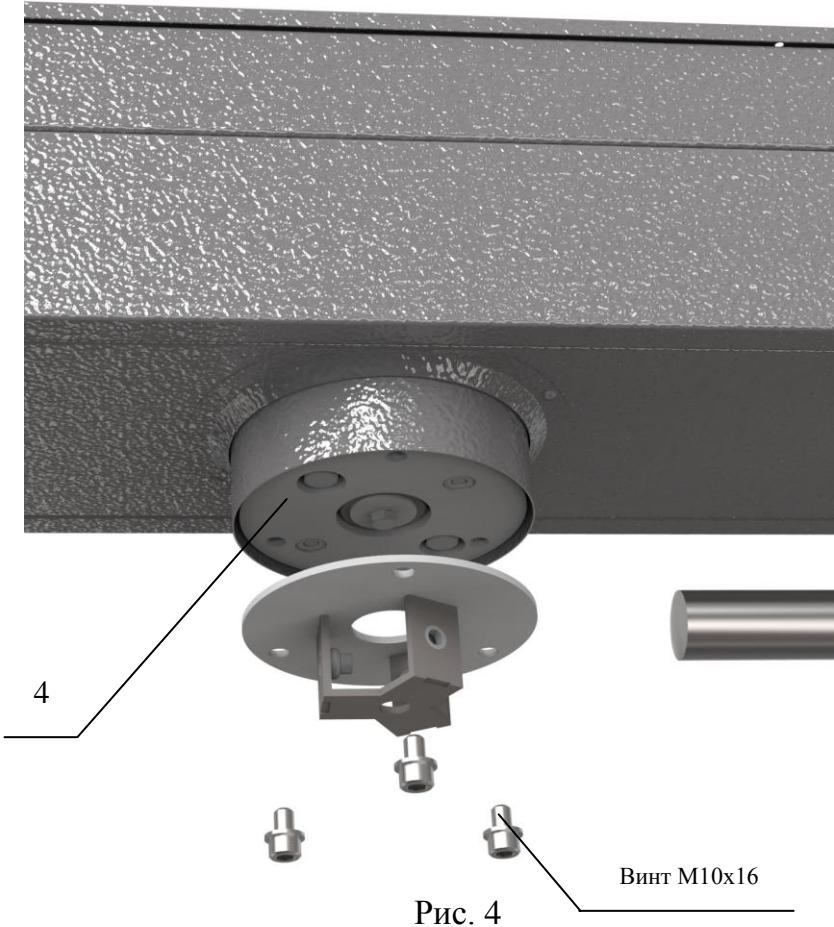
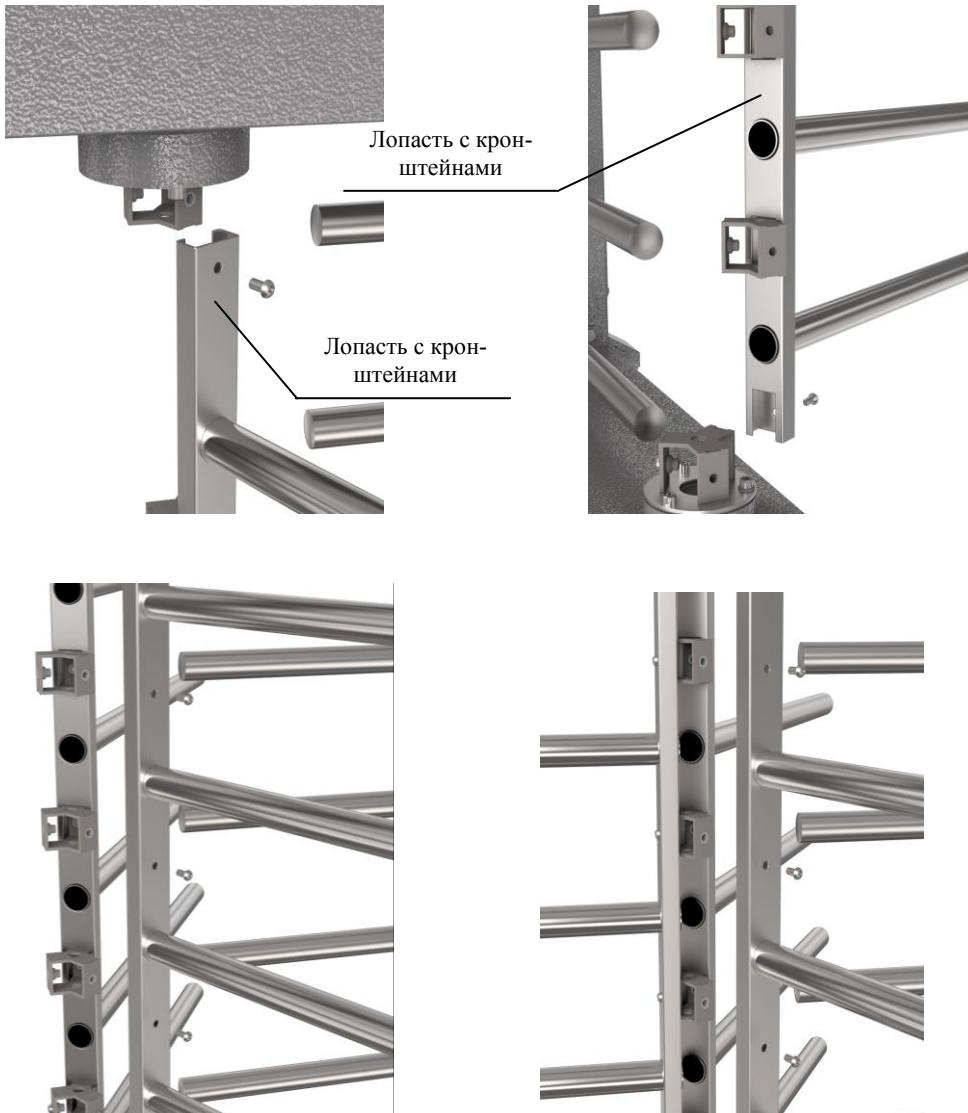

Рис. 4
Рис. 5
*2. Сборка центральной стойки (Рис. 4 и Рис. 5):*
- установите на диск муфты привода рис.4) верхний фланец центральной стойки и закрепите винтами M10x16; в первую очередь установите на посадочные плоскости фланцев лопасть с внутренними кронштейнами (рис.5) и закрепите винтами M8 (не затягивая их);